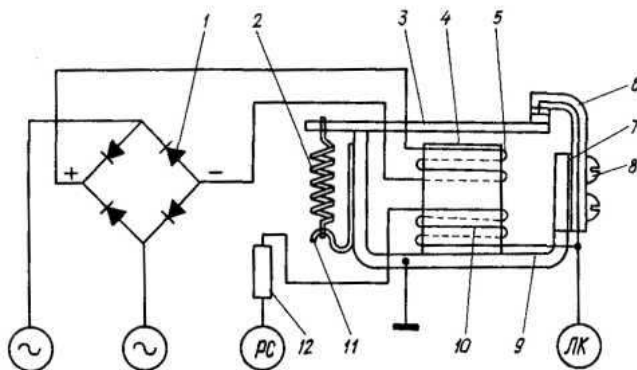

Рис. 208. Схема реле блокировки РБ1-10:
Реле блокировки (рис. 208) предназначено для автоматического выключения стартера на минимальных оборотах двигателя после его пуска, а также для предохранения стартера от случайного включения при работающем двигателе, чем обеспечивается долговечность работы стартера и венца маховика двигателя. Реле работает совместно с генератором и дополнительным реле стартера (схема соединений генератора с реле блокировки показана на рис. 203, дополнительное реле стартера показано на рис. 218).
Подключенный к двум фазным выводам генератора (рис. 208) выпрямительный мост реле из диодов 1 питает постоянным током основную обмотку 5 катушки реле. В рабочем диапазоне оборотов двигателя (генератора) контакты реле постоянно разомкнуты. Через контакты реле проходит цепь питания дополнительного реле стартера с подсоединением на клемме ЛК, а также цепь питания вспомогательной обмотки реле с подсоединением на клемме РС.
- откройте крышку и проверьте зазор между якорем 3 (рис. 208) и сердечником 4, который должен быть 0,35...0,45 мм. Этот зазор регулируйте путём перемещения стойки 6 с неподвижным контактом при отпущенных винтах 8;